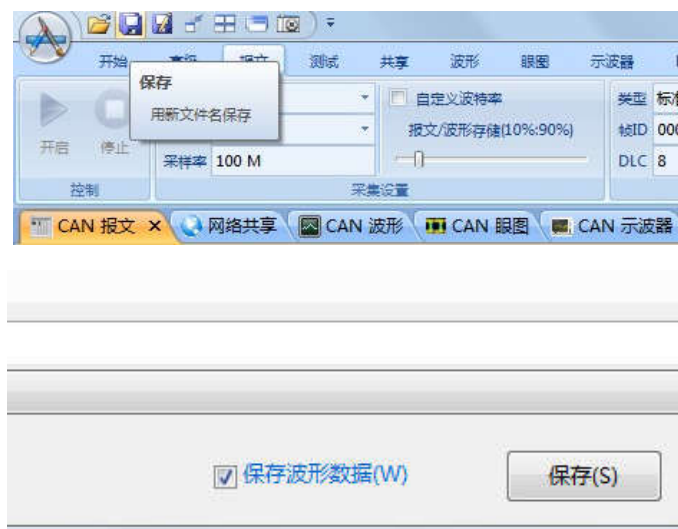

图 3.5 保存数据和波形
7. 收到一定的样本数据，**先将测试夹头与被测总线脱离，点击保存，再分析，**避免电脑死机、掉电、软件死机等造成不必要的麻烦。如图 3.5 所示。